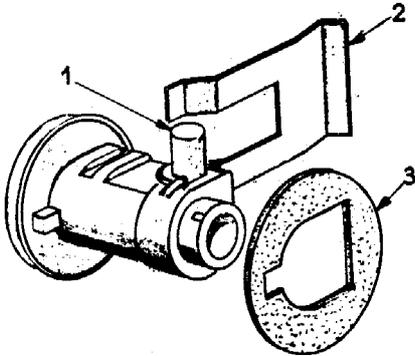

Fig. 25. — Remplacement du verrou de couvercle de malle.
**REPLACEMENT DU VERROU DE COUVERCLE DE MALLE** (fig. 25).
- Par l'orifice B ainsi découvert et à l'aide d'un tournevis chasser le clips (2).
- Dégager le verrou et sa rondelle d'étanchéité (3).